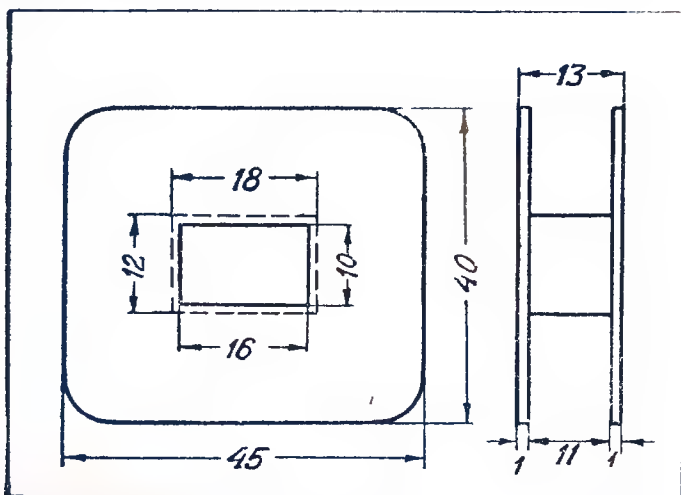
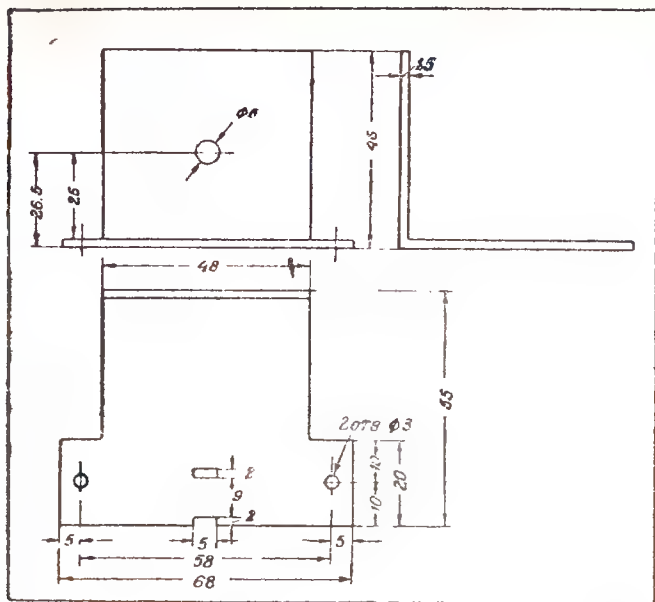

Рис. 16. Каркас катушки
Рис. 18. Кронштейн мотора
8. Каркас катушки мотора (рис. 16) изготовляется из пресшпана или картона толщиной 1 мм и хорошо проклеивается. Затем на эти каркасы наматывается эмалированный провод 0,2 мм. Выводы следует делать гибким многожильным про-
10. Кронштейн мотора (рис. 18) делается из листового железа толщиной 1,5 мм, с соблюдением всех размеров. Прямоугольные отверстия выпиливаются точно так же, как и у статора (рис. 16).